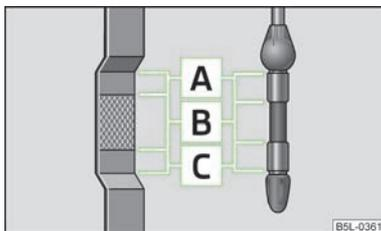

Fig. 116
La jauge d'huile indique le niveau d'huile moteur » fig. 116.
- Le niveau ne doit jamais dépasser la zone **A** » fig. 116. Risque d'endommagement du système d'échappement !